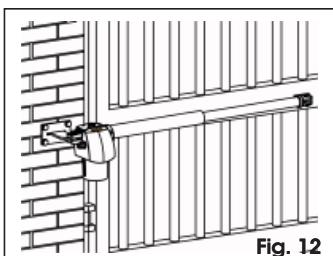

Fig. 12
**⚠ L'operatore G-BAT è disponibile in versione destra e sinistra. L'operatore deve essere sempre posizionato come indicato in Fig. 12. Per operatore destro si intende l'operatore che, guardando il cancello dal lato su cui viene installato l'operatore, si trova a destra dell'anta (o sull'anta di destra nel caso d'applicazioni a due motori). Di conseguenza il motore che si trova a sinistra (o sull'anta di sinistra) viene identificato come operatore sinistro.**